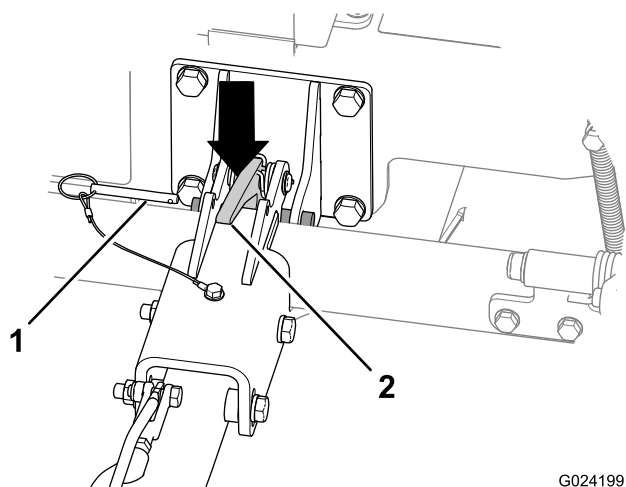

Рисунок 19
A. Извлеките стопорный штифт (Рисунок 19).
C. Нажмите на фиксатор сцепки, чтобы расцепить сцепку (Рисунок 19).